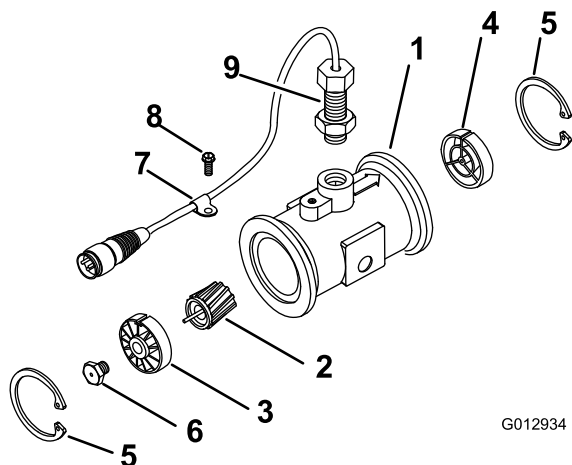

Figura 22
3. Retire o anel de retenção do lado superior (Figura 22).